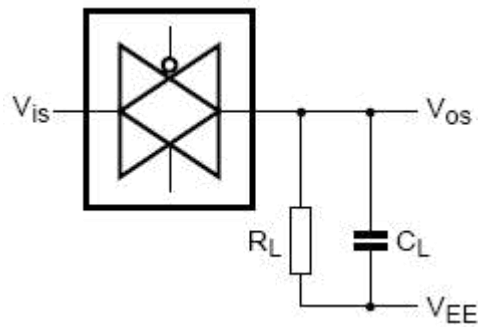

图 7、方波失真度、关断频率和导通频率测试图
- $R_L = 1\text{ k}\Omega$; $C_L = 5\text{ pF}$, 通道关断, $20\log V_{os}/V_{is} = -50\text{ dB}$, 见图 7
- $R_L = 1\text{ k}\Omega$; $C_L = 5\text{ pF}$, 通道开, $20\log V_{os}/V_{is} = -3\text{ dB}$, 见图 7